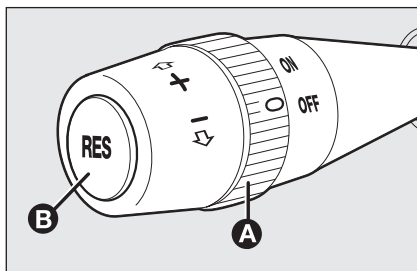

fig. 75
Gire el selector **A-fig. 75** en posición **ON**.
- ☐ gire el selector **A-fig. 75** en **ON** y presionando el pedal del acelerador se alcanza con el coche la velocidad deseada;
- ☐ presione el pulsador **RES B fig. 75**.
Gire el selector **A-fig. 75** en posición **OFF** o la llave de encendido en la posición **STOP**. El dispositivo se desactiva automáticamente presionando el pedal de freno o de embrague.